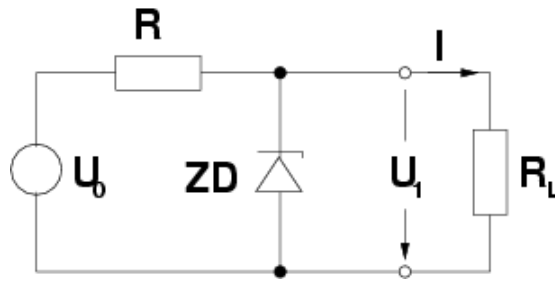

Abbildung 5: Schaltung zur Spannungsbegrenzung.
2. Berechnen Sie  $U_1$  in Abhängigkeit von  $U_0$  (Spannungsteiler!). Dimensionieren Sie die Widerstände der Schaltung in Abb. 5 so, dass die Spannung  $U_1$  bei der Zenerspannung begrenzt wird.